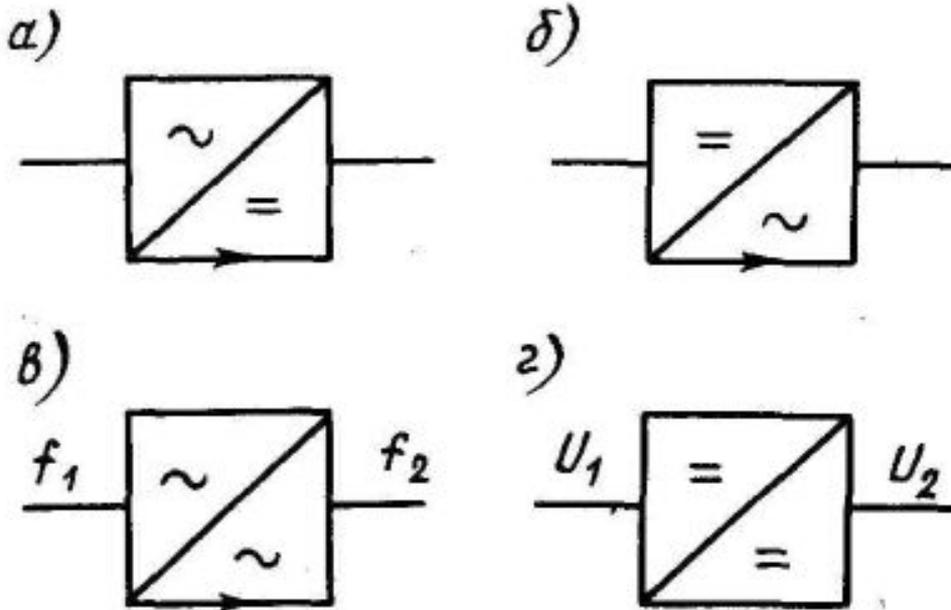

Рис. 1.115. Структуры
- 1. выпрямители** - неуправляемые и управляемые (рис. 1.115, а);
- 2. инверторы** - автономные и ведомые сетью (рис. 1.115, б);
- 3. преобразователи частоты** - со звеном постоянного тока и непосредственные (рис. 1.115, в);